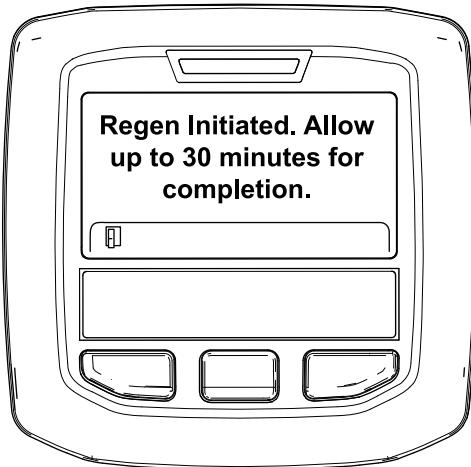

Figura 33
- Se a regeneração for permitida, surge a mensagem “Regen Initiated. Allow up to 30 minutes for completion” (Regen. iniciada. Aguarde 30 minutos até ser concluída) no InfoCenter; aguarde até que a máquina conclua o processo de regeneração em estacionamento (Figura 33).